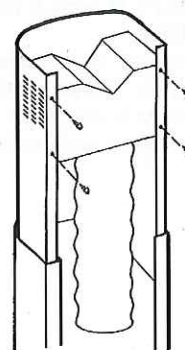

fig.12
2. Positionnez et fixez le déflecteur à l'aide des 4 vis sur la cheminée supérieure (fig. 12).
4. Raccordez un tuyau souple en matière autoextinguible de Ø 125 mm au déflecteur (fig. 12).